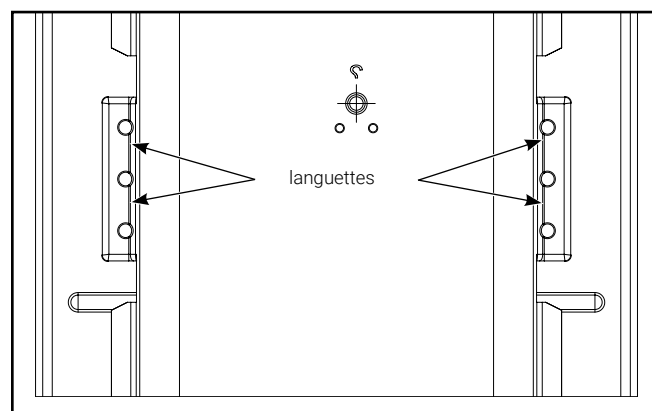

Figure 4.
3. Pour retirer l'enceinte du pilote, pressez les deux côtés du boîtier vers l'intérieur pour dégager les languettes. Répétez pour toutes les languettes de montage (figure 4). L'enceinte du pilote est attachée au boîtier.